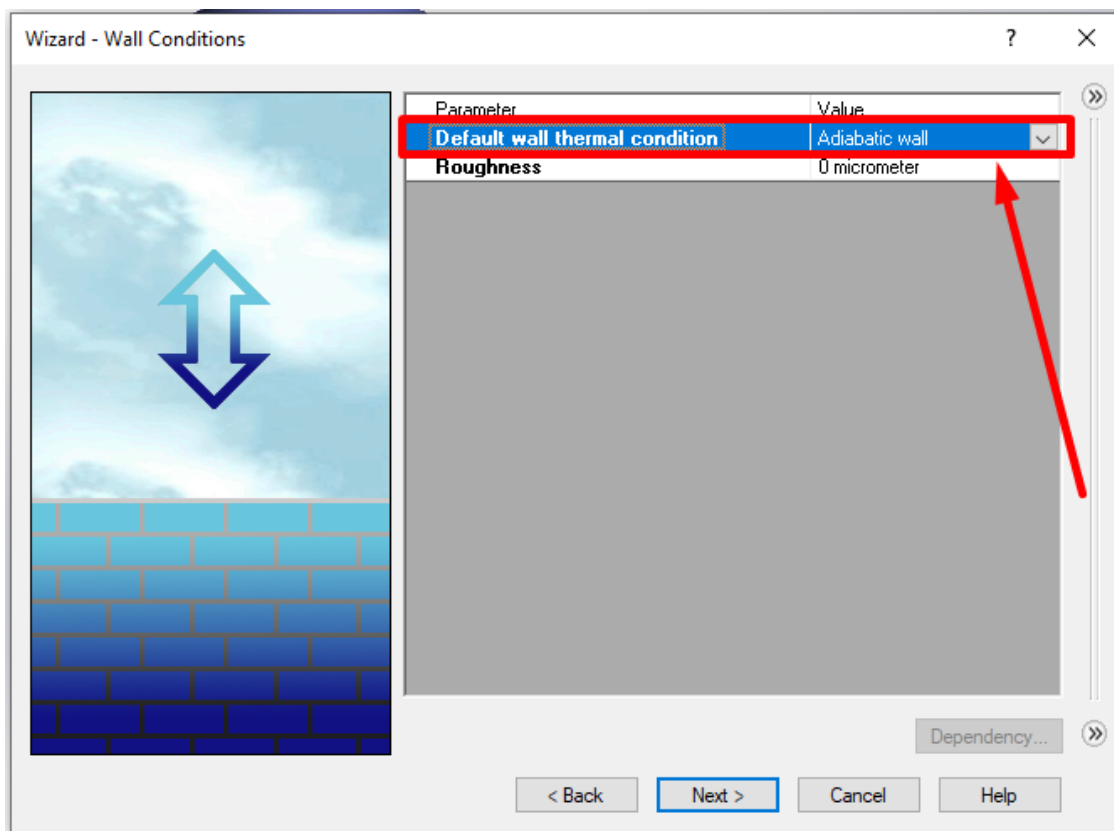

Рисунок 10.7 – Початкові параметри стінок
6. Натисніть **Next**, залишивши значення за замовчуванням (рис. 10.7).